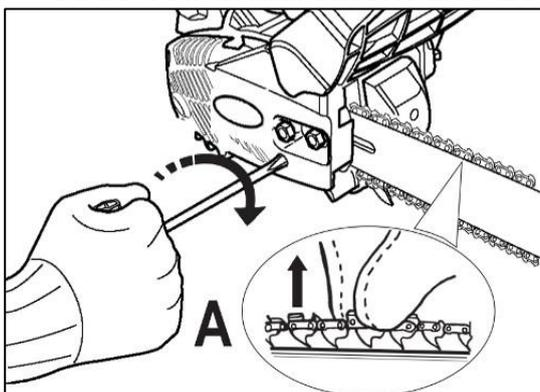

Fig.14
- 11) Visser (dans le sens horaire) la vis tendeur de chaîne (Fig. 14). Une bonne tension de la chaîne permet de soulever la chaîne (avec 2 doigts) et de voir entièrement une dent d'entraînement (Fig. 14 repère A).